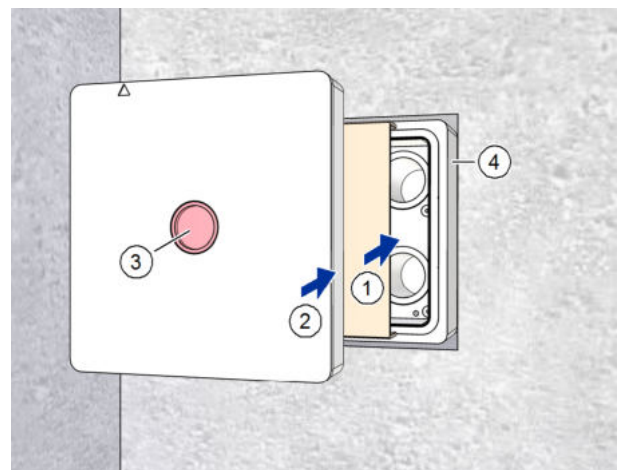

Abb. 11: Kartoneinlage und Putzschutzdeckel einsetzen
- ▶ Setzen Sie die Kartoneinlage (Pos. 1 in Abb. 11) in den Mauerkasten (Pos. 4 in Abb. 11) ein.
- ▶ Setzen Sie den Putzschutzdeckel (Pos. 2 in Abb. 11) in den Mauerkasten (Pos. 4 in Abb. 11) bis zum Anschlag ein.
- ▶ Kontrollieren Sie, dass der rote Signaldeckel (Pos. 3 in Abb. 11) im Putzschutzdeckel sitzt.